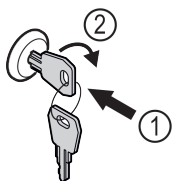

Fig. 138
- ▶ Inserire la chiave. Fig. 138 (1)
- ▶ Ruotare la chiave di 90° in senso orario. Fig. 138 (2)